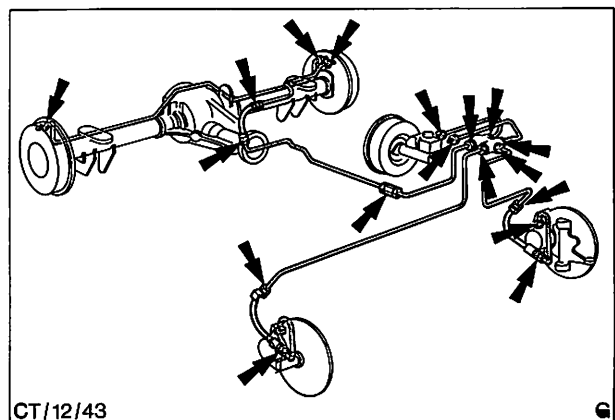

Abb. 4 Anschlüsse – Bremsrohrleitungen und Bremsschläuche
1. Sichtprüfung aller Bremsrohrleitungen und Schläuche auf Undichtigkeiten und Scheuerstellen durchführen, Abb. 4.